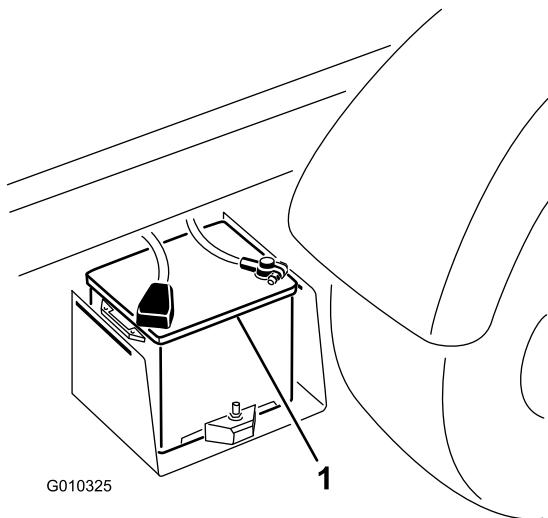

Bild 49
2. Schließen Sie ein Starthilfekabel an die positiven Pole von zwei Batterien an (Bild 49). Der positive Pol kann durch ein + Zeichen oben auf der Batterieabdeckung gekennzeichnet sein.